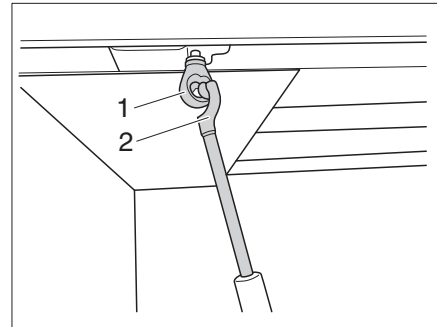

Fig. 148 Ajuste de la altura
- Enganchar la manivela (Fig. 148,2) en el ojal (Fig. 148,1) del ajuste de altura.